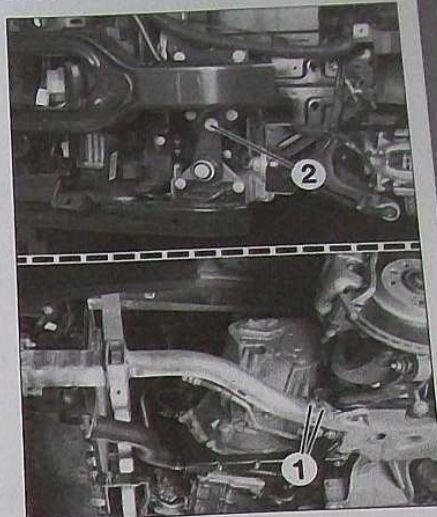

FIG. 9
- la fixation (2) (Fig.9) de la biellette avant.
- les vis (1) de fixation de la partie avant de berceau